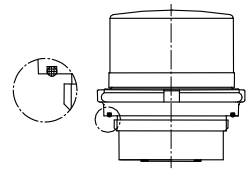

Abb. 2
- 1.7. Überprüfen, ob der mit dem Messeinsatz mitgelieferte neue O-Ring richtig auf dem Messeinsatz sitzt. Falls dies nicht der Fall ist, muss der O-Ring in die dafür vorgesehene Nut am Zählereinsatz eingelegt werden (Abb. 2). Er muss gut gefettet sein. Es sind ausschließlich die Originaldichtungen des Herstellers zu verwenden.